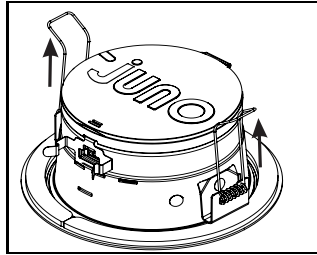

Figure 9
Étape 7. Assurez-vous que le cache dissimulant les interrupteurs de sélection de la TCP et de la luminosité est refermé. Poussez les ressorts en position verticale (Fig. 9) et faites glisser le tout à travers la découpe au plafond. Les extrémités des ressorts devraient s'accrocher au bord du trou et entraîner le luminaire en position.